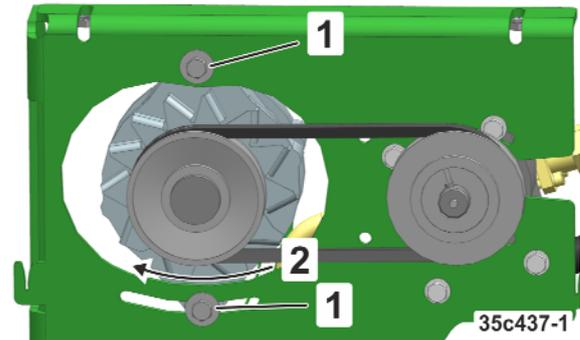

Fig. 272
2. Desserrer les vis (Fig. 272/1)
3. Tendre la courroie trapézoïdale via le générateur (Fig. 272/2)